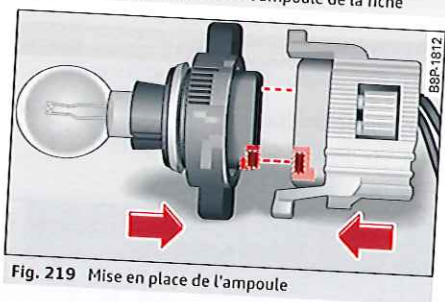

Fig. 219 Mise en place de l'ampoule
- Pour **raccorder** l'ampoule à la fiche, veillez à ce que les deux pièces en matière plastique soient positionnées correctement l'une par rapport à l'autre $\Rightarrow$ fig. 219.